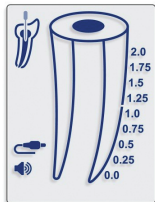

Fig. 4
- 5.4.7. Messkabel am Gerät anschließen und sicherstellen, dass das Kabelsymbol am Display erscheint (Abb. 4).